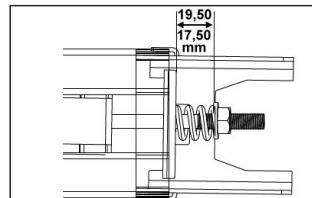

Fig 10
5. Comme Fig. 10, serre l' écrou jusqu'à la position correcte, coupe la bande plastique,etle fil plastique de la roue dentée et il sera en place.